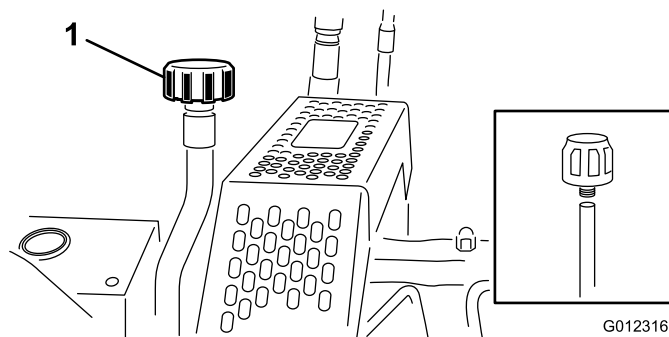

Figure 45
2. Nettoyez la surface autour du reniflard et dévissez-le avec une clé (Figure 45).